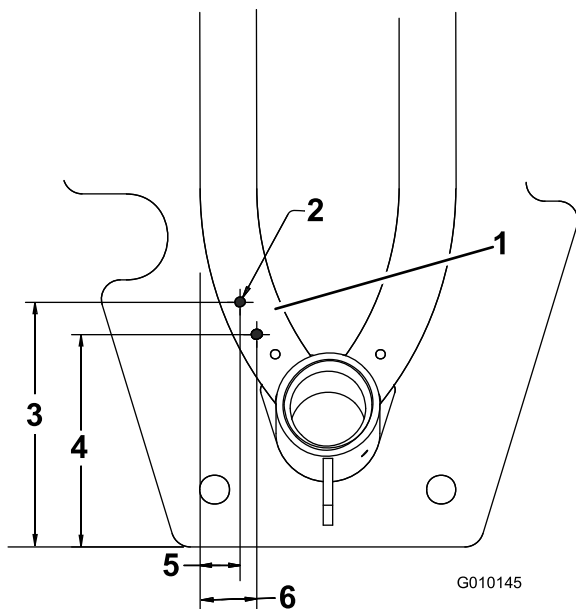

Figure 7
10. Utilisez le support de tablier comme guide et les dimensions indiquées à la Figure 7, placez, marquez et percez (2) trous de 7,1 mm de diamètre dans le tube du cadre. Les dimensions indiquées à la Figure 7 concernent l'emplacement du support.
Remarque: La Figure 7 illustre la vue du dessous de la machine.